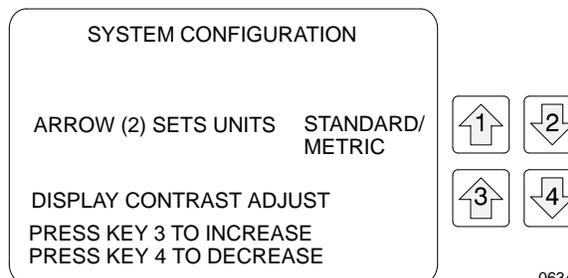

Fig. 7
- La visualización LCD tiene contraste ajustable. Ver la Fig. 7.